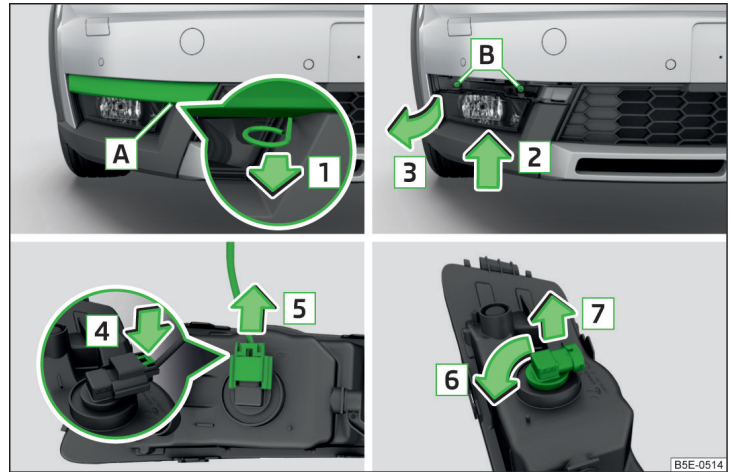

Abb. 239 Nebelscheinwerfer herausnehmen / Glühlampe wechseln - Variante 2
- In die Öffnung **A** » Abb. 239 den Bügel zum Abziehen der Radvollblenden einführen.
- › Den Nebelscheinwerfer entgegen der Pfeilrichtung **3** » Abb. 239 einsetzen und festschrauben.